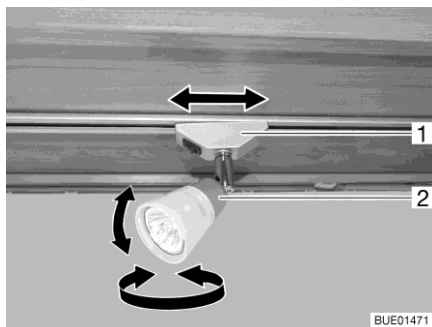

Bild 27 Spotlight
*Vrida spotlight:* ■ Vrid spotlightens hus (Bild 27,2) i önskad riktning.
*Förskjutning spotlight:* ■ Vrid fästet (Bild 27,1) med ca 45°.
*Ta av spotlight:* ■ Vrid fästet (Bild 27,1) med 90°.